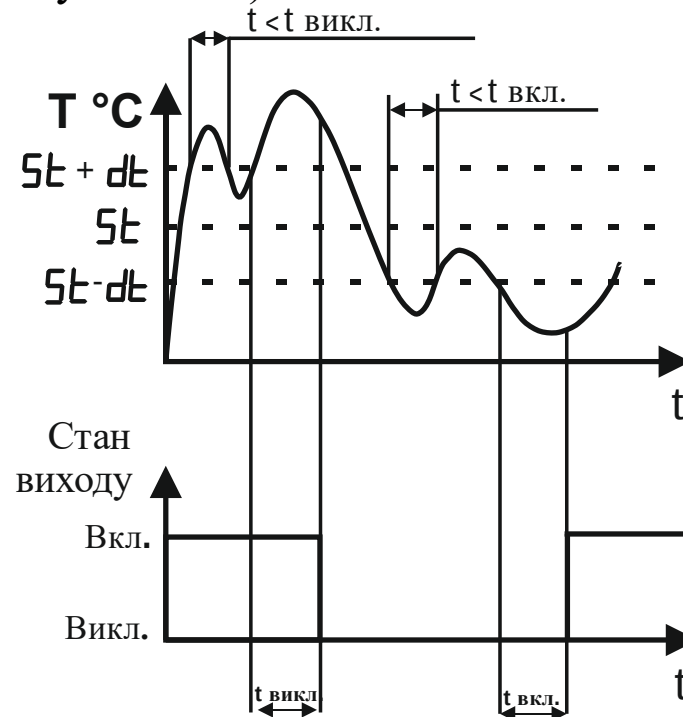

Рисунок 3.15 – Вплив параметрів "Затримка включення вихідного пристрою" і "Затримка виключення вихідного пристрою" на стан вихідного пристрою
3.3.3.10 Параметри "Затримка включення вихідного пристрою" і "Затримка виключення вихідного пристрою" призначені для захисту вихідного пристрою від частих спрацьовувань. Прилад включає (вимикає) вихідний пристрій, якщо умова, що викликає зміну його стану, зберігається, як мінімум, протягом часу, встановленого в цих параметрах (див. Рисунок 3.15).